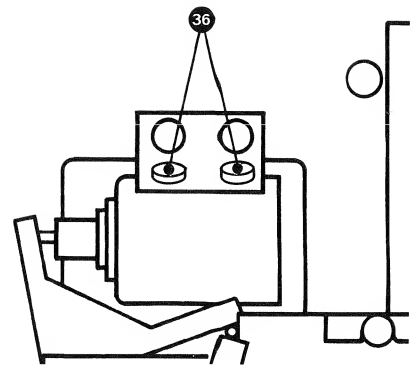

Fig. 2.13.—1
- 2 Schrauben (36) (Fig. 2.13.—1) lösen.
- Remove 2 screws (36) (fig. 2.13.—1).